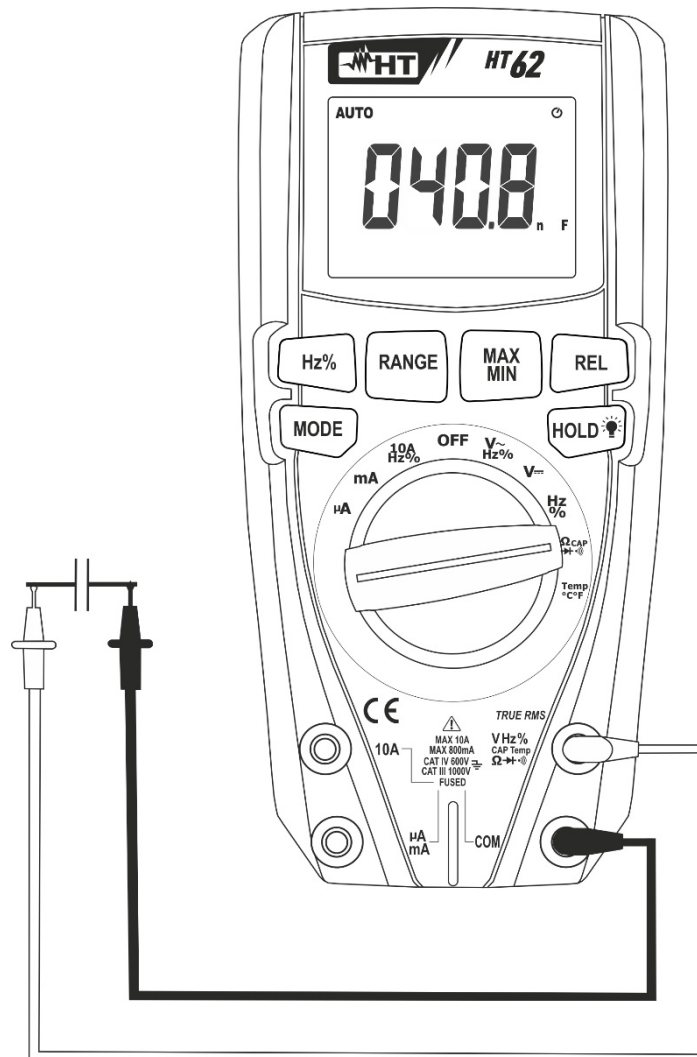

Abb. 7: Verwendung des Gerätes für Kapazitätsmessung
5. Verbinden Sie die Messleitungen mit den beiden Enden des zu messenden Kondensators und dabei achten Sie, wenn nötig, auf die positive (rotes Kabel) und negative (schwarzes Kabel) Polarität (siehe Fig. 7). Der Kapazitätswert erscheint auf dem Display.